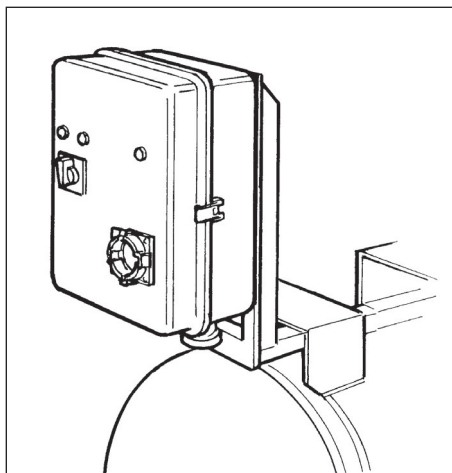

fig. 13
- riarmare la termica motore (*fig. 4-5*) quadro elettrico (*fig. 13*): deve intervenire un tecnico specializzato;